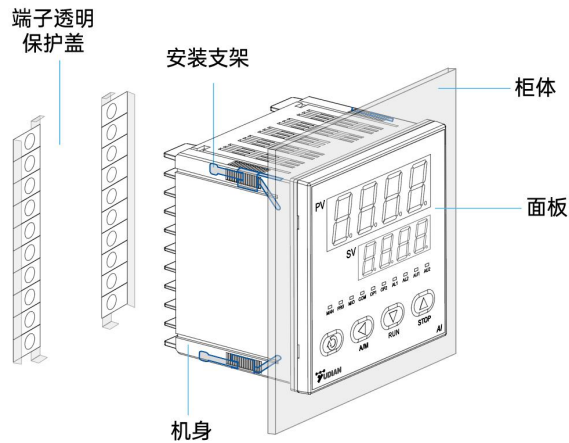

图 2
- ② 将仪表插入面板安装孔，将安装支架从外壳开口侧压入，暂时固定主体（图 2）。
- ③ 紧固安装支架和端子接线时，请将紧固扭矩设为 $0.39\sim 0.58\text{N}\cdot\text{m}$ 。